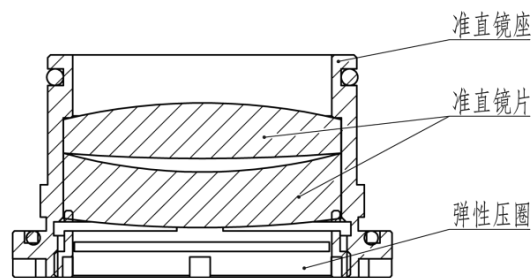

图 6.9 — 聚焦镜片安装示意图
- ❑ 按图 6.9 所示方向将聚焦镜片和弹簧压圈小心地安放到镜座内,适当用力旋紧压圈；